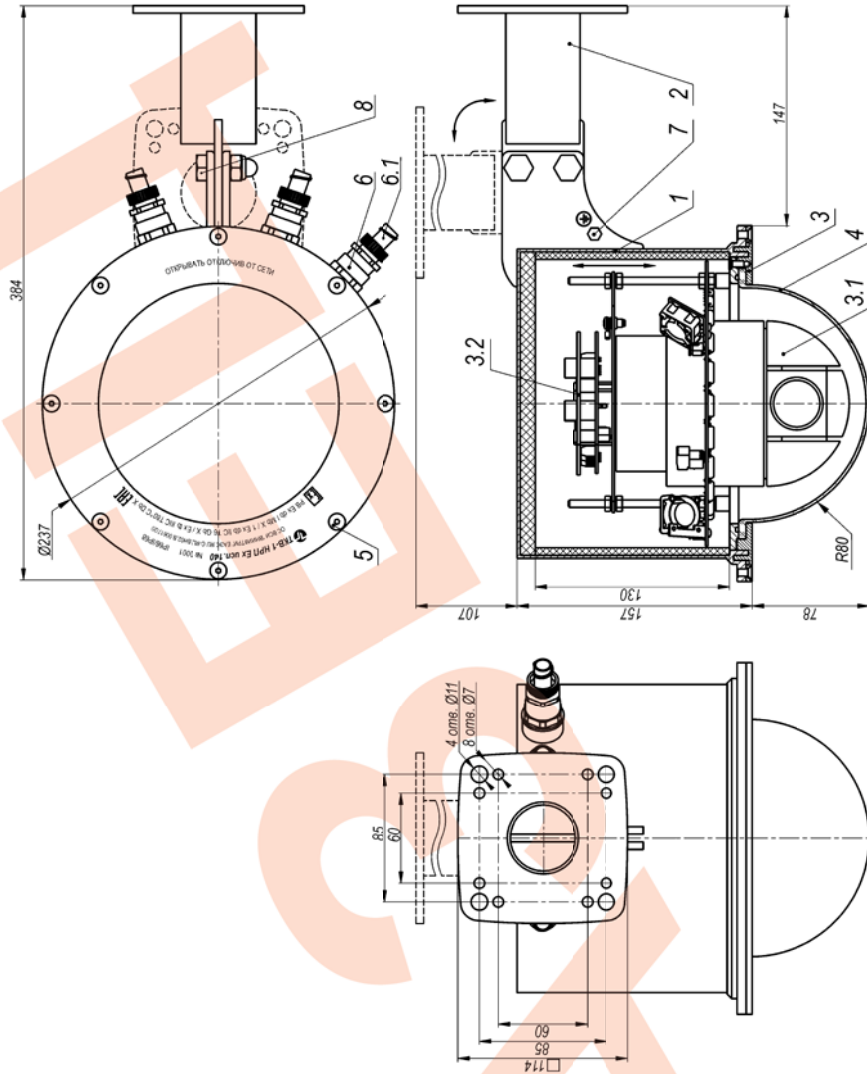

Рис.1 Габаритные и установочные размеры изделия
1. Закрепить кронштейн (поз.2 рис.1) на стене или потолке с помощью 4 шурупов или анкерных болтов диаметром не менее 8 мм и не более 10 мм, или на столбовом кронштейне (предлагается отдельно) с помощью 4 болтов М6.
2. Установить видеокамеру (поз.1 рис.1) на кронштейн и закрепить её двумя комплектами болта с гайкой крепления видеокамеры на кронштейн (поз.8 рис.1).
3. Подсоединить провод заземления к болту заземления видеокамеры (поз.7 рис.1).
4. Отвернуть 8 винтов (поз.5 рис.1) крепящих крышку и извлечь модуль (поз.3 рис.1) из видеокамеры (поз.1 рис.1).
7. Присоединить металлорукав к хвостовику контргайки гермоввода (поз.6.1 рис.1).
В состав изделия входят (см. рис.1):